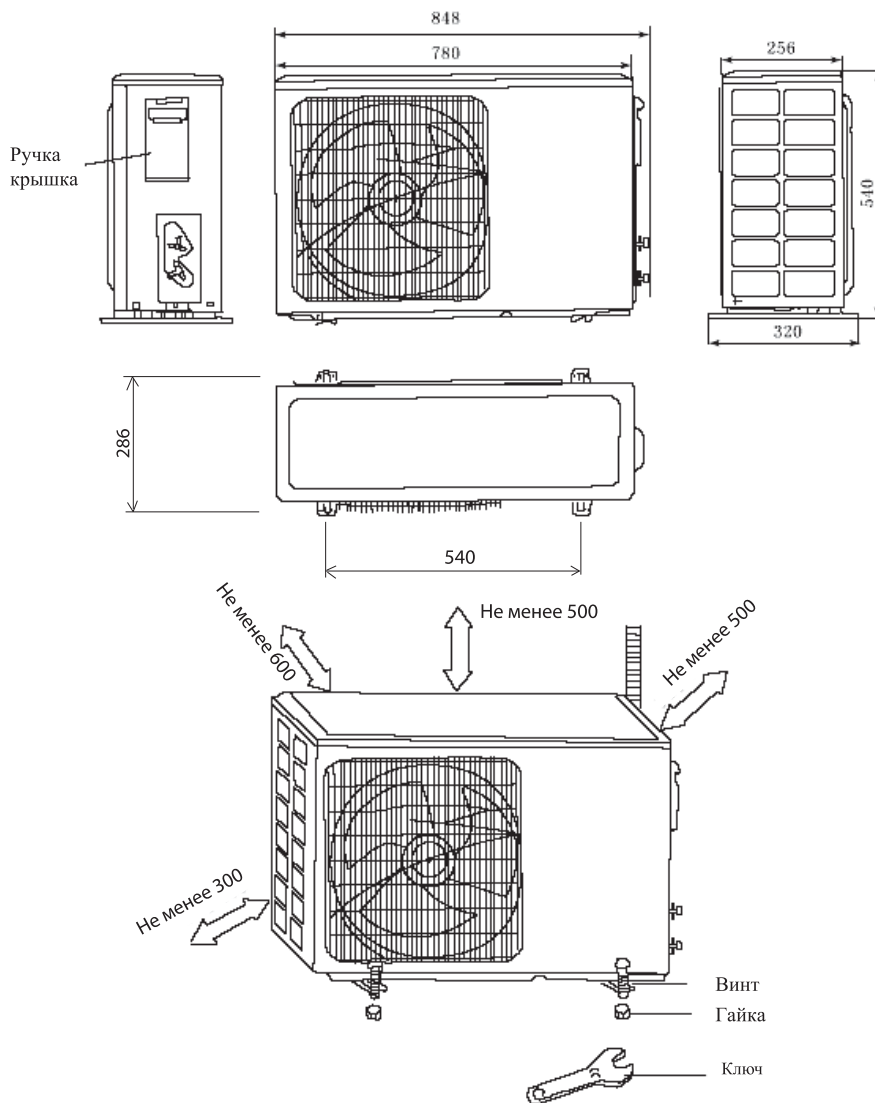

Рис. 8.5 Габаритные и установочные размеры наружного блока
- Габаритные размеры и требования по размещению наружного блока (Рис. 8.5)